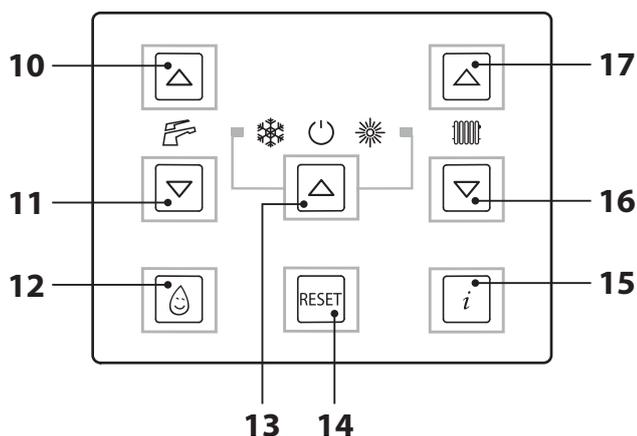

Рисунок 2.5
- Держать нажатой в течение 2 сек. кнопку 13, пока на дисплее не появится символ  (Рисунок 2.5).
Регулировать температуру воды для отопления можно посредством кнопок 16 (уменьшение) и 17 (увеличение), см. (Рисунок 2.5), начиная с минимум 38°C и до мак-
В любом случае, если комнатная температура слишком низкая или слишком высокая, можно увеличить или уменьшить температуру отопления на $\pm 15\text{ }^{\circ}\text{C}$ при помощи кнопок 16 (уменьшение) и 17 (увеличение), см. (Рисунок 2.5).
Регулировать температуру воды в системе горячего водоснабжения можно при помощи кнопок 10 (увеличение) и 11 (уменьшение), см. (Рисунок 2.5), начиная с минимум $35\text{ }^{\circ}\text{C}$ и до максимум $60\text{ }^{\circ}\text{C}$. При нажатии одной из двух кнопок на дисплей выводится установленное значение, при повторном нажатии можно его изменять.